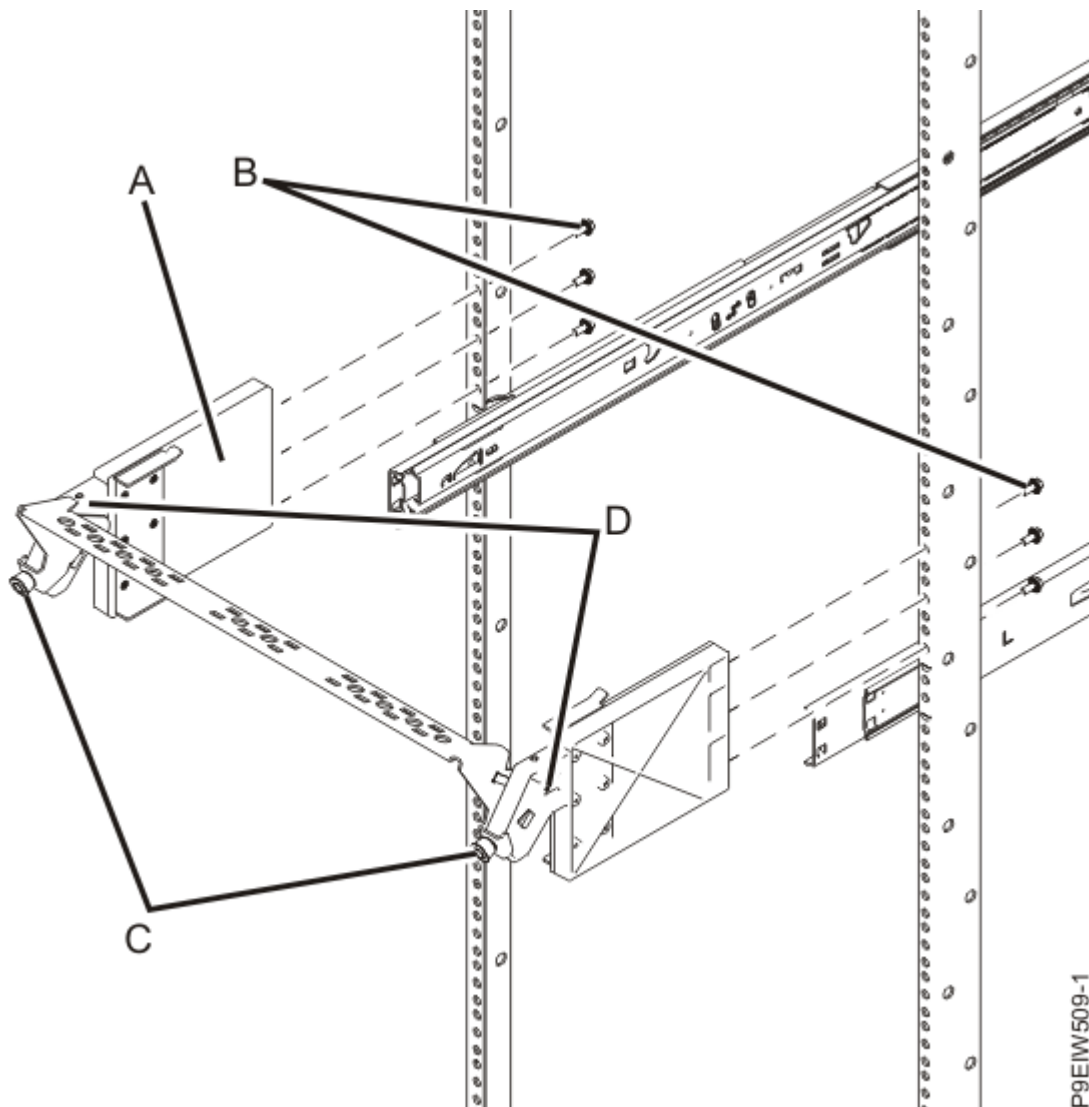

Figura 5. Atașarea colțarului de pozare a cablurilor la dulap
3. Asamblați colțarul de pozare a cablurilor prin atașarea barei de gestionare a cablurilor la colțarele de gestionare a cablurilor, folosind două șuruburi M3 (**D**), așa cum se arată în Figura 5 la pagina 8.
- b. Din interiorul dulapului, instalați trei șuruburi (**B**) prin flanșele dulapului și în colțarul de pozare a cablurilor (**A**), după cum se arată în Figura 5 la pagina 8.
5. Ajustați colțarul de pozare a cablurilor în funcție de necesitățile dumneavoastră, slăbind șuruburile cu cap striat (C) și înclinând colțarul, așa cum se arată în Figura 5 la pagina 8.